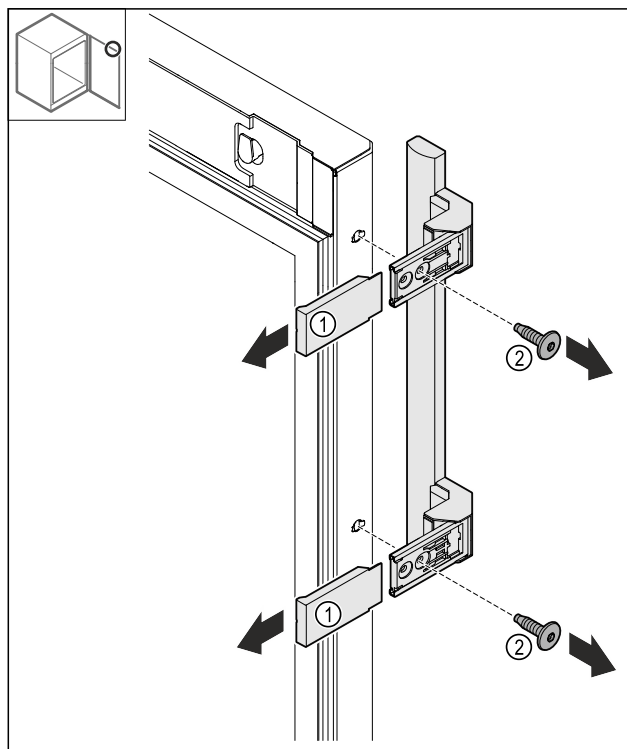

Fig. 25
- Desprindeți capacele Fig. 25 (1).
- Desfaceți șuruburile Fig. 25 (2).